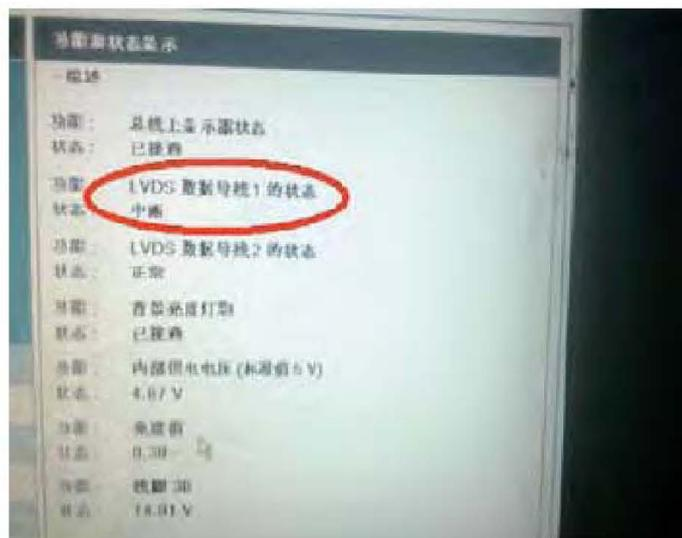

图2 数据流
- 2). 连接汽车故障诊断仪进行全车诊断检测, 没有相关的故障存储。通过调用控制模块功能, 检查 CID 控制模块功能和状态, 显示如图 2 所示, CID 供电有 14.91V (为系统电源, 此时车辆连接的是外部充电器); 内部供电电压 4.67V, 标准 5V; 总线显示状态, 已接通; LVDS 数据导线 1 的状态, 中断; LVDS 数据导线 2 状态, 正常; 背景灯亮度灯泡, 已接通。在上述的 CID 控制模块数据显示中, 只有 LVDS 数据导线 1 显示为中断。此时维修人员又观察了其他正常的车辆, 发现 LVDS 数据导线 1 和 2 都是处于“正常”状态, 说明 CID 黑屏很有可能和 LVDS 数据导线 1 的“中断”有关系。